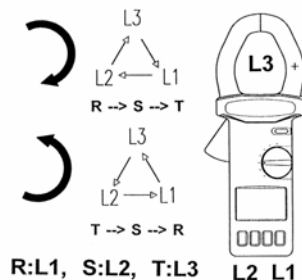

Рис. 17
14.3. Если чередование фаз происходит по часовой стрелке, то на дисплее будет показана последовательность букв R, S, T (см. рис. 17).
14.4. Если чередование фаз происходит против часовой стрелки, то на дисплее будет показана последовательность букв T, S, R (см. рис. 17).